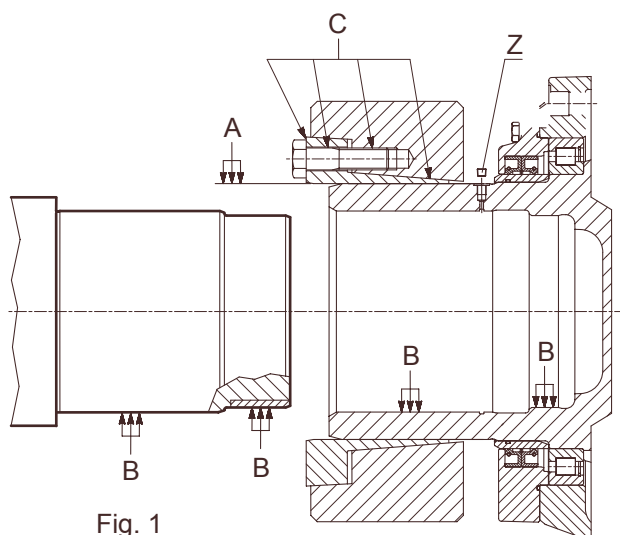

Fig. 1
- Lubrifier le logement du joint (fig.1 pto. A).
- En cas d'ancien joint, le démonter pour graisser les zones “C” (voir fig. 1).
- Enlever le bouchon “Z” (voir fig. 1) nécessaire pour purger l'air
- Monter le joint sur le réducteur sans serrer les vis, en laissant libre le bouchon “Z” (voir fig. 1).